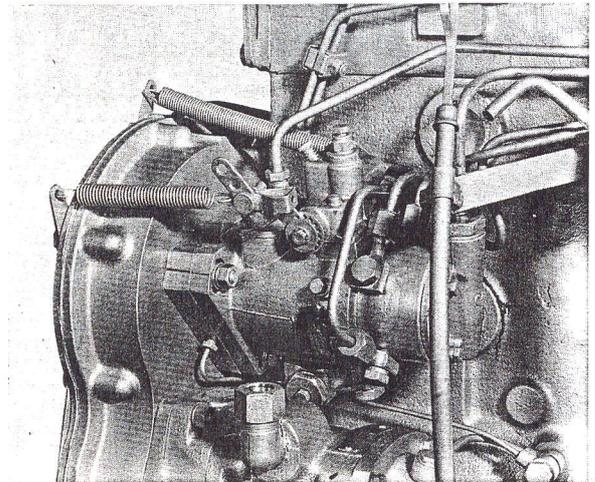

Fig. T11 — Repères de calage sur bride de pompe d'injection et carter de distribution (régulateur mécanique).
2. Orienter la pompe de telle sorte que le trait-repère extérieur de bride soit aligné avec le repère du carter de distribution (fig. T11). Mettre en place les rondelles plates, grower et les écrous.